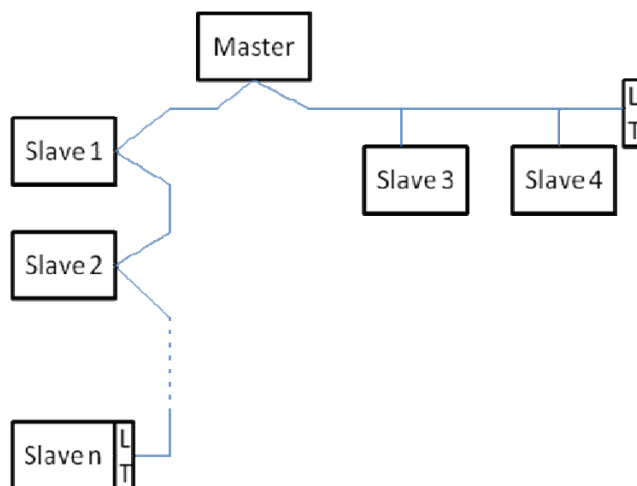

Fig. 1: Exemplu de rețea Modbus cu terminație
| Fig. 1: Exemplu de rețea Modbus cu terminație ..... | 62 |
Așa cum se arată în Fig. 1, poate fi necesar să se termine linia la sfârșit și la început cu rezistențe de sfârșit (LT).